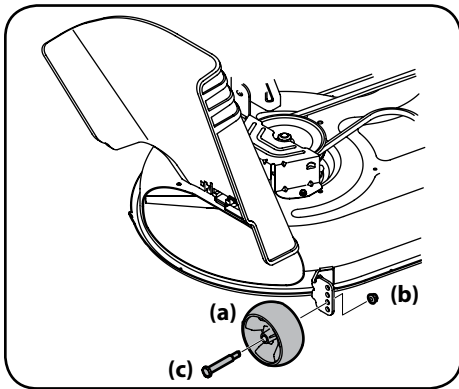

Figura 2-25
- Retire las ruedas de calibración delanteras y traseras (a) retirando las tuercas de sujeción (b) y los tornillos con reborde (c) que las sujetan a la plataforma. Consulte la Figura 2-25.